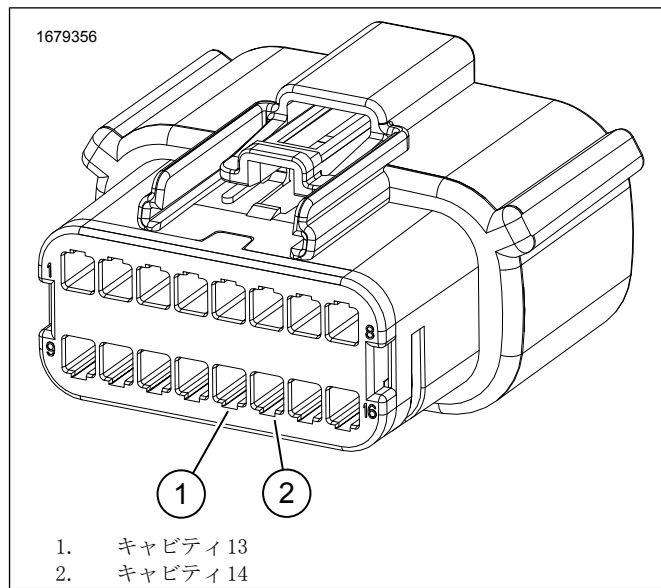

図3。16ピンコネクタC288\_1
4. 図3を参照してください。コネクタ[C288B\_1]のキャビティ13および14からプラグを取り外します。